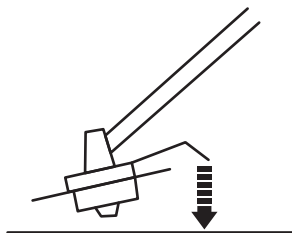

Fig.10a
- > La tête de coupe comporte un butoir (22c) qui a pour fonction de libérer le fil (22a) et de le couper. Pour rallonger le fil de coupe, tapotez le butoir contre une surface dure (fig. 10a).